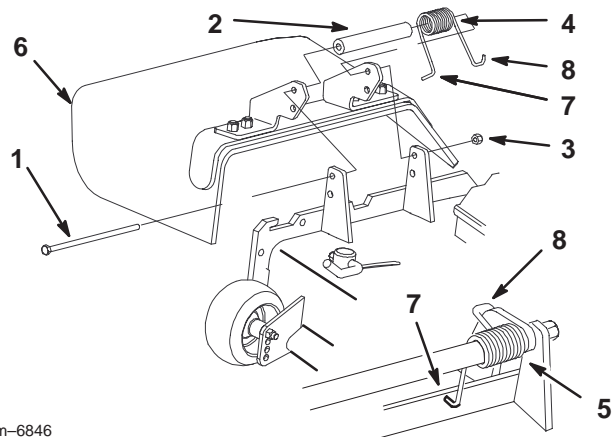

Figure 78
1. Retirez le contre-écrou, le boulon, le ressort et l'entretoise qui fixent le déflecteur aux supports de pivot (Fig. 78). Enlevez le déflecteur s'il est endommagé ou usé.
Remarque : Prenez soin de placer l'extrémité en **L** du ressort derrière le bord du plateau avant de mettre le boulon en place, comme indiqué à la Figure 78.
3. Remettez le boulon et l'écrou. Accrochez l'extrémité crochue en **J** du ressort au déflecteur d'herbe (Fig. 78).